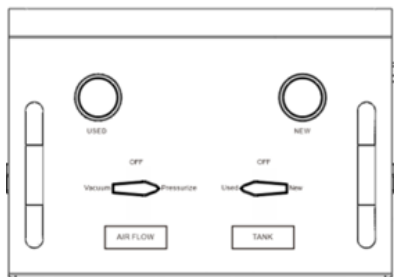

Fig 13.
1. Dirija el adaptador conic con manguera profunda a un tanque externo como la Fig. 15. Gire la valvula izquierda "AIR FLOW" en el panel a posicion de "Pressurize", valvula derecha a posicion "Used" (Fig.13), abra la valvula de manguera de fluido usado(Fig.14), luego abra la valvula de aire de taller, y el fluido en tanque usado se disminuye;